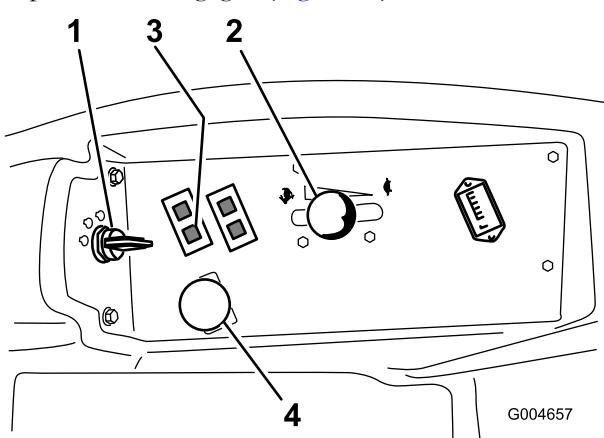

Figure 15
5. Réglez la commande d'accélérateur à mi-course entre les positions bas et haut régime (Figure 15).